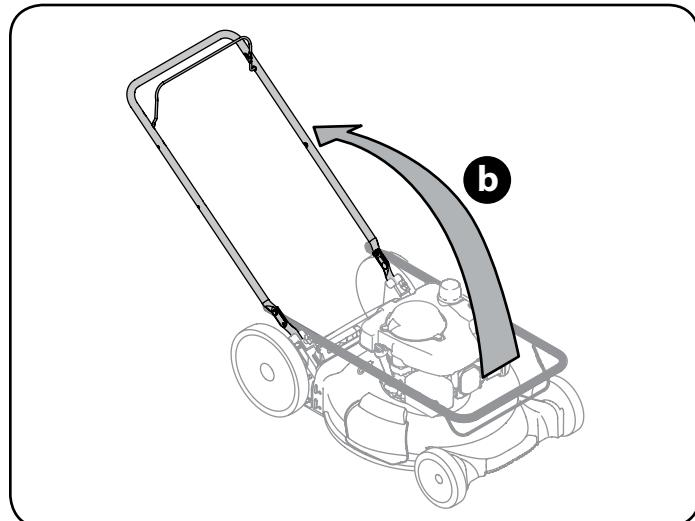

Figura 2
- b. Si bien la estabilización de cortacésped por lo que no se mueve, pícate asa superior como se muestra en la Figura 2. No engarzado cable mientras levanta la palanca hacia arriba.